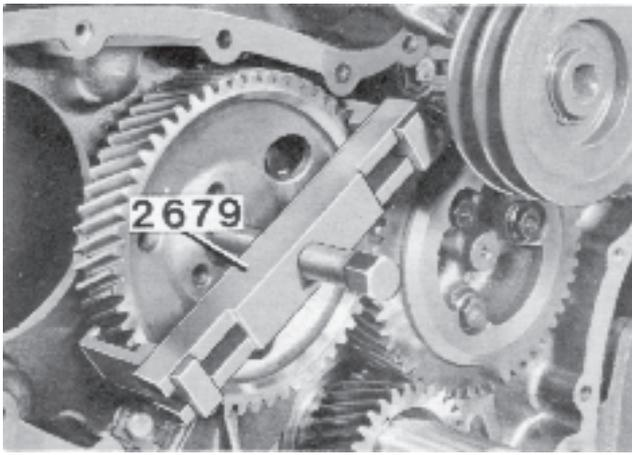

Fig. 77. Démontage du pignon d'arbre à cames
11. Déposer le pignon d'arbre à cames (2). Employer, si nécessaire, l'extracteur 2679 (figure 77). Procéder de la même façon pour le pignon de commande de la pompe d'injection pour la **série 70**.
12. **Série 60** : déposer le pignon de la pompe d'injection (3).